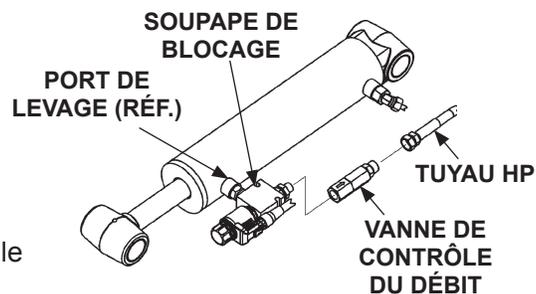

FIG. 37-3
2. Vérifiez le vérin hydraulique. Avec la plate-forme au sol, retirez le bouchon de l'évent ou la ligne d'évent de l'évent/orifice de sortie du vérin (FIG. 37-3). Relevez la plate-forme à hauteur de plancher. Laissez le moteur de la pompe tourner deux secondes de plus pendant que vous vérifiez la présence de fluide hydraulique dans l'évent/orifice de sortie. Il est normal que quelques gouttes de fluide hydraulique s'échappent de l'évent/orifice de sortie ; toutefois, si elles s'écoulent en abondance de l'évent/orifice de sortie, les joints du piston sont usés. Remplacez les joints.
3. Vérifiez et nettoyez la vanne de contrôle du débit dans la ligne hydraulique haute pression reliée au vérin. Lors de l'installation de la vanne de contrôle du débit, assurez-vous que la flèche sur la vanne est orientée comme indiqué sur la FIG. 37-3.